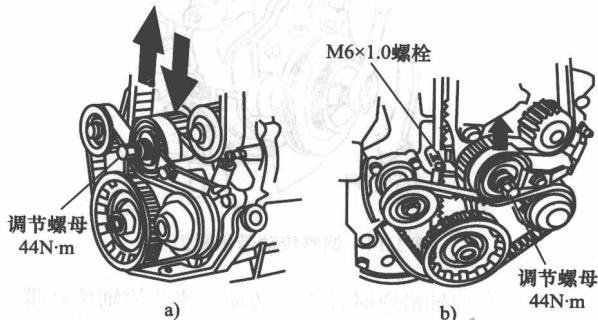

图 1-15 使传动带张紧器松开
- 10) 将调节螺母拧松 $2/3 \sim 1$ 圈后，推动传动带张紧器，使正时传动带和平衡轴传动带不再张紧，然后重拧紧调节螺母，如图 1-15 所示。